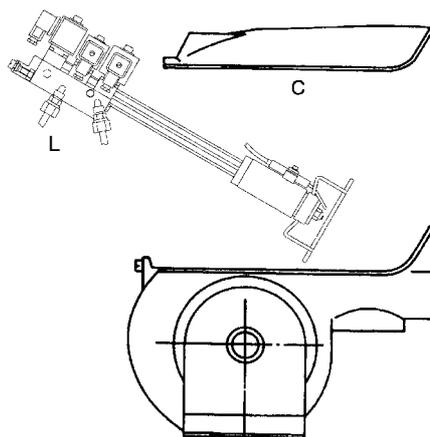

Fig. 20
- smontaggio esame e pulizia testa di combustione (vedere Fig. 20), nel successivo rimontaggio rispettare scrupolosamente le misure riportate a pagina 21;